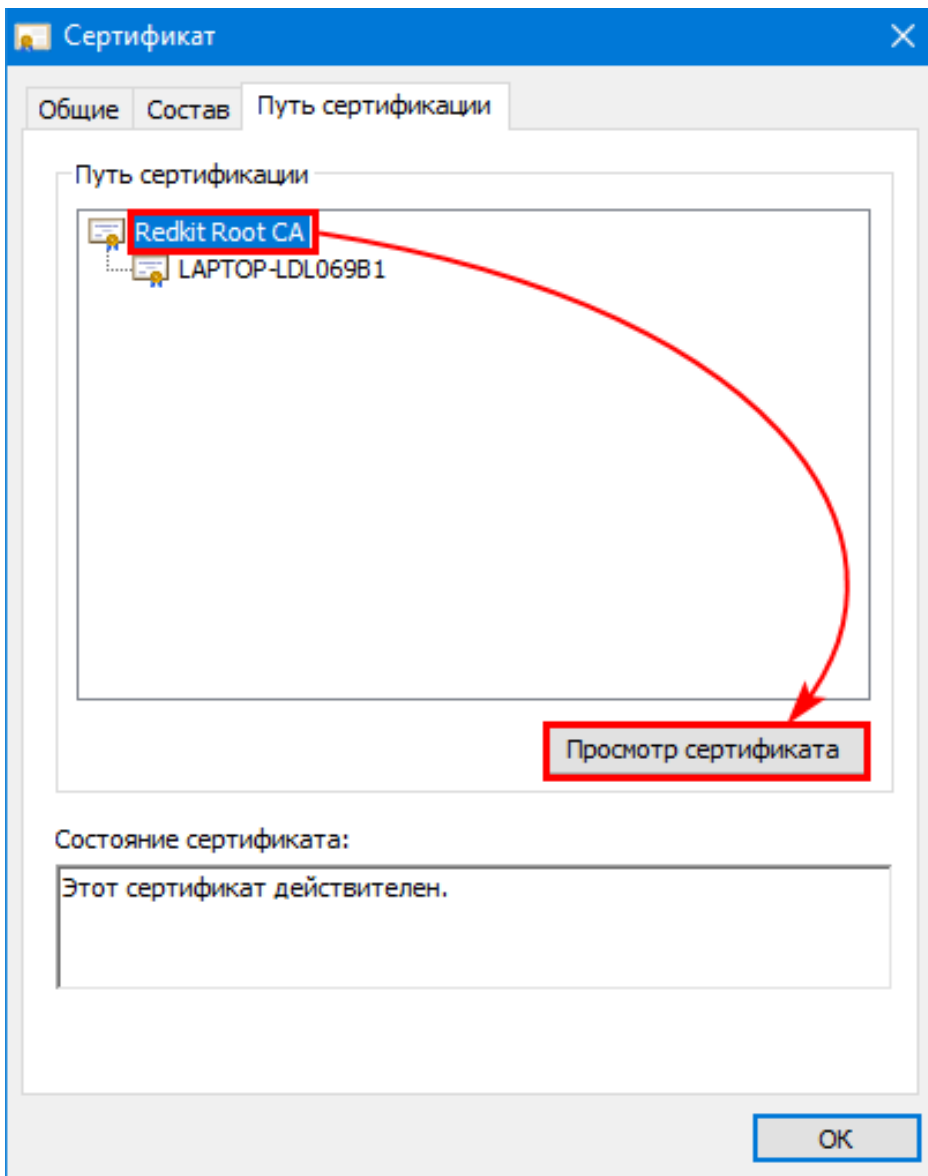

Рисунок 518 - Просмотр сертификата
2. На вкладке **Путь сертификации** нажмите на **Redkit Root CA** → ниже **Просмотр сертификата** (Рисунок 518).